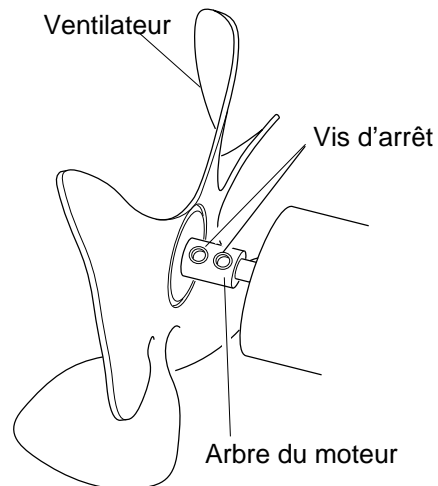

Figure 9 - Emplacement du ventilateur, de l'arbre du moteur et de la vis d'arrêt
11. Utiliser une clé hexagonale de 3,1 mm (1/8 in) pour desserrer la vis d'arrêt qui retient le ventilateur sur l'arbre du moteur (se reporter à la Figure 9).